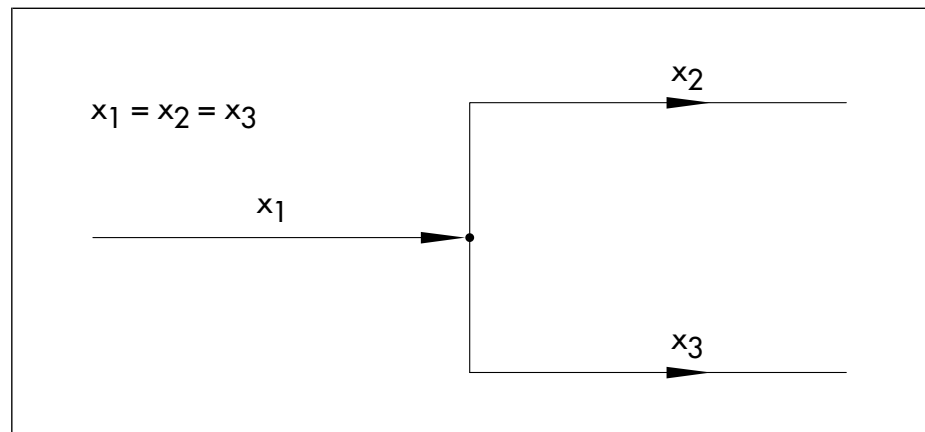

Bild 6: Verzweigungsstelle
- Beispiel: Verzweigungsstelle (Bild 6)